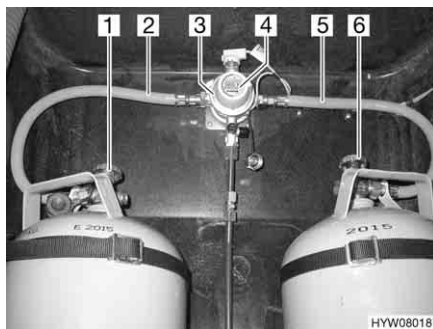
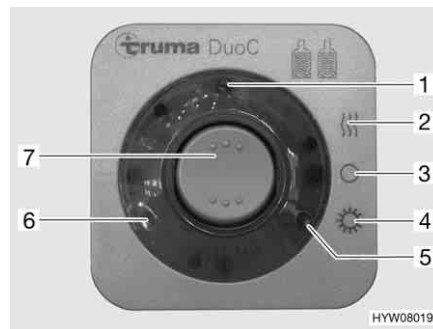

Fig. 56 Impianto di commutazione DuoControl
Fig. 57 Centralina di controllo
L'impianto di commutazione DuoControl è costituito da una valvola di commutazione (Fig. 56,3) e da una centralina di controllo (Fig. 57). La valvola di commutazione è installata tra i tubi del gas (Fig. 56,2 e 5). Con la manopola (Fig. 56,4) sulla valvola di commutazione è possibile stabilire, quale delle bombole del gas viene utilizzata come bombola in uso e quale bombola del gas viene utilizzata come bombola di riserva.
Sulla centralina di controllo (Fig. 57) possono venire azionate solo le funzioni elettriche. Le valvole principali di arresto delle bombole del gas (Fig. 56,1 e 6) devono essere aperti manualmente.
La valvola di commutazione garantisce una pressione del gas costante, indipendentemente da quale bombola provenga l'alimentazione del gas. Le due spie di controllo sulla centralina di controllo indicano il livello di riempimento della bombola in uso. Se è accesa la spia di controllo verde (Fig. 57,6), la bombola in uso è piena. Se è accesa la spia di controllo rossa (Fig. 57,5), la bombola in uso è vuota. Il rifornimento di gas avviene poi tramite la bombola di riserva.
- Aprire le valvole principali di arresto delle bombole del gas (Fig. 56,1 e 6).
- Con la manopola (Fig. 56,4) sulla valvola di commutazione (Fig. 56,3) selezionare la bombola del gas, da cui proviene la principale alimentazione del gas (bombola in uso).
- Sulla centralina di controllo (Fig. 57) attivare l'impianto di commutazione DuoControl.
Posizionare l'interruttore a bilico (Fig. 57,7) su funzionamento invernale "On e riscaldamento" (Fig. 57,2) oppure su funzionamento estivo "On" (Fig. 57,4). La valvola di commutazione è ora disareata. La spia di controllo gialla (Fig. 57,1) è accesa, se si seleziona la modalità di funzionamento invernale e l'impianto antighiaccio con regolatore è attivato.
- Portare l'interruttore a bilico (Fig. 57,7) in posizione "O" (Fig. 57,3). La spia gialla di controllo (Fig. 57,1) si spegne.
- Chiudere le valvole principali di arresto delle bombole del gas (Fig. 56,1 e 6).
Le spie di controllo sulla centralina di controllo (Fig. 57,5 e 6) segnalano all'interno del veicolo, se la bombola in uso è pronta al funzionamento.
Se la spia di controllo verde (Fig. 57,6) si spegne durante il funzionamento e la spia di controllo rossa (Fig. 57,5) si accende, significa che la bombola del gas selezionata come bombola in uso è vuota e deve essere sostituita. La bombola di riserva continua ad alimentare le utenze a gas.